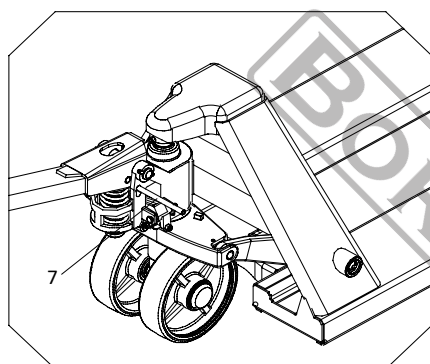

Fig. 3
6. Rotiți mânerul în poziția de nivelare, scoateți știftul 7 și depozitați-l într-un loc sigur pentru următoarea utilizare. (Fig. 3)